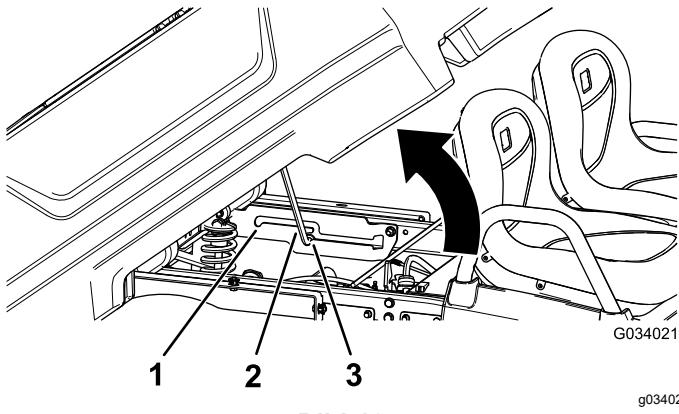

Bild 12
und befestigen Sie die Staubox für das Entleeren (Bild 12).
2. Ziehen Sie die Stützstange in den Arretierungsschlitz für die Wartungsstellung und befestigen Sie die Staubox für die Wartung (Bild 12).
2. Schieben Sie die Stützstange aus dem Arretierungsschlitz heraus (Bild 12).